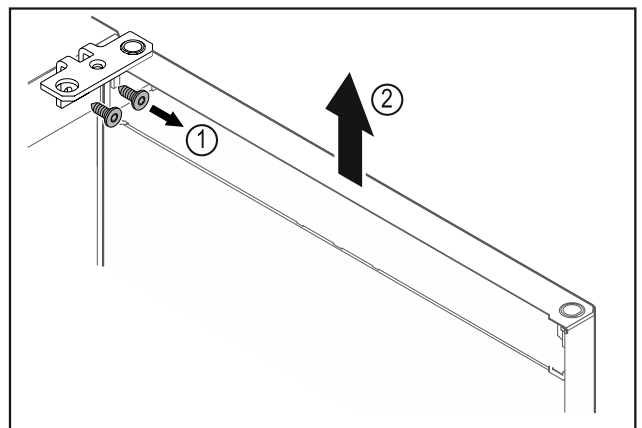

Fig. 9
- ▶ Lironi vidat e profilit të menteshës Fig. 9 (1).
- ▶ Ngrini drejt lart derën së bashku me profilin e menteshës Fig. 9 (2) rreth 200 mm dhe hiqini.